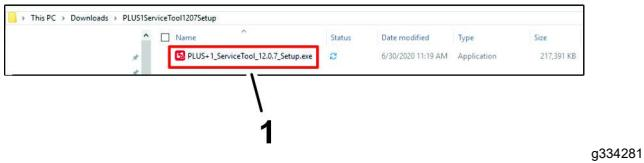

図 21
3. PLUS1SERVICETOOL1207SETUPディレクトリで、PLUS+1\_ServiceTool\_12.7\_Setup.exeファイル(図 21)をダブルクリックする。